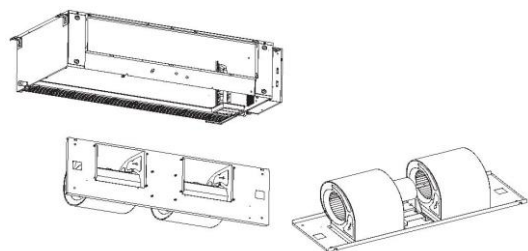

Fig. 9-6
3. Retirar el cable del motor, retirar primero la placa del lado frontal y reparar el motor, véase fig. 9-6.